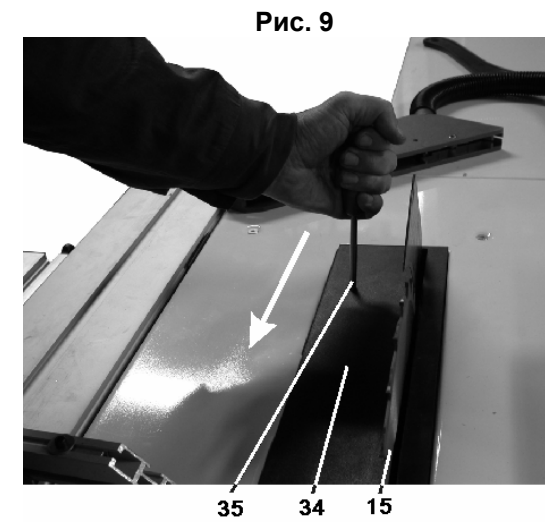
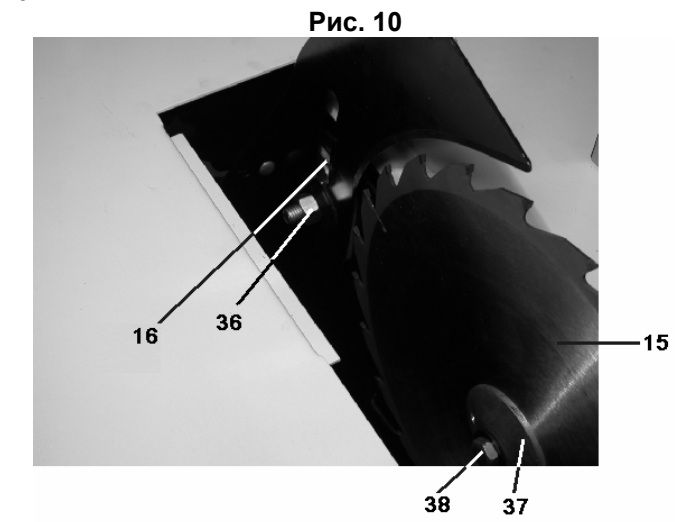

Рис. 9
Рис. 10
Вставьте стержень (35) в отверстие вкладыша рабочего стола (34), потяните вкладыш рабочего стола в направлении стрелки, Рис.9. Снимите вкладыш стола.
Вставьте стержень в отверстие переднего фланца (37) пильного диска (15), и вращая болт (38) по часовой стрелке, снимите болт (38) и передний фланец (37) пильного диска (15), Рис.10. Снимите пильный диск (15).
8.1.23. Установите пильный диск (15) в верхнюю позицию, снимите вставку рабочего стола (34), для чего вставьте стержень (35) в отверстие вставки рабочего стола (34). Потяните вставку рабочего стола (34) в направлении стрелки и вверх, Рис.9. Ослабьте гайку (36) крепления расклинвателя (16). Установите расклинватель (16), положение зафиксируйте гайкой (36), Рис.10. Расклинватель должен быть установлен с зазорами, как указано на Рис.11.
9.1. Высота пильного диска (15) регулируется маховиком (2) на левой стороне пилы. Для регулировки высоты установите маховиком нужную высоту пильного диска по шкале (39), Рис.9,12.